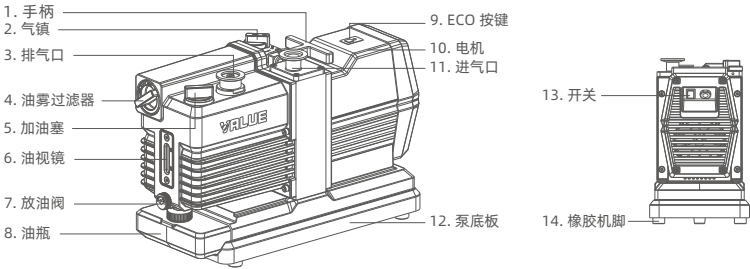
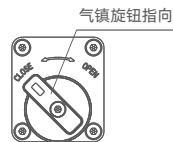

图1
图6
拆下加油旋钮（图1的序号5），按要求加注泵油，第一次加油时应加至油位上限MAX 80%~90%处，如果油位超过了MAX，请拧动放油旋钮，将油从泵中放一部分出来。
抽除永久性气体时，气镇（图1的序号2）阀旋钮应处于关闭状态（如图6气镇旋钮指向Close）。气镇旋钮处于Open状态时，气镇被打开，此时泵的极限压力会上升。
- 1) 当真空系统中含有少量的可疑性气体时，打开气镇阀（如图6气镇旋钮指向Open），可抽除真空系统中少量的可疑性气体。